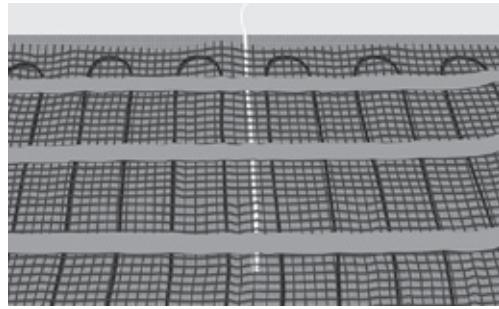

Fig. 7. Placer le tuyau de conduit/capteur entre les câbles
11. Placer et fixer le tuyau de conduite ou le capteur de sol si aucun tuyau de conduite n'est installé. S'assurer de positionner le tuyau/capteur entre deux câbles chauffants (fig. 7).